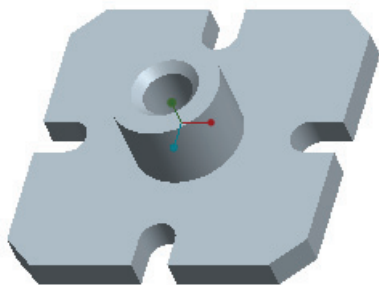

图 11-128 实体零件
- (5) 什么是详细视图和辅助视图？
- (6) 如何确定视图的可见区域？如果为某个视图设置全剖视图，应该怎样操作？可以举例辅助说明。
- (7) 简述对齐视图的一般方法及步骤。
- (8) 显示和拭除的核心概念是什么？
- (9) 在 Creo Parametric 3.0 绘图模式下可以创建哪几种类型的从动尺寸？
- (10) 如何给指定的尺寸设置尺寸公差？
- (11) 什么是几何公差？并简述插入几何公差的一般步骤。
- (12) 总结为零件模型创建工程图的设计思路。
- (13) 如何对指定尺寸进行“反向箭头”操作？
(14) 可以创建哪几种类型的注解对象？
(15) 上机练习：创建图 11-128 所示的实体零件，具体尺寸由读者参考模型效果自行确定，然后为该实体零件建立相应的工程图。